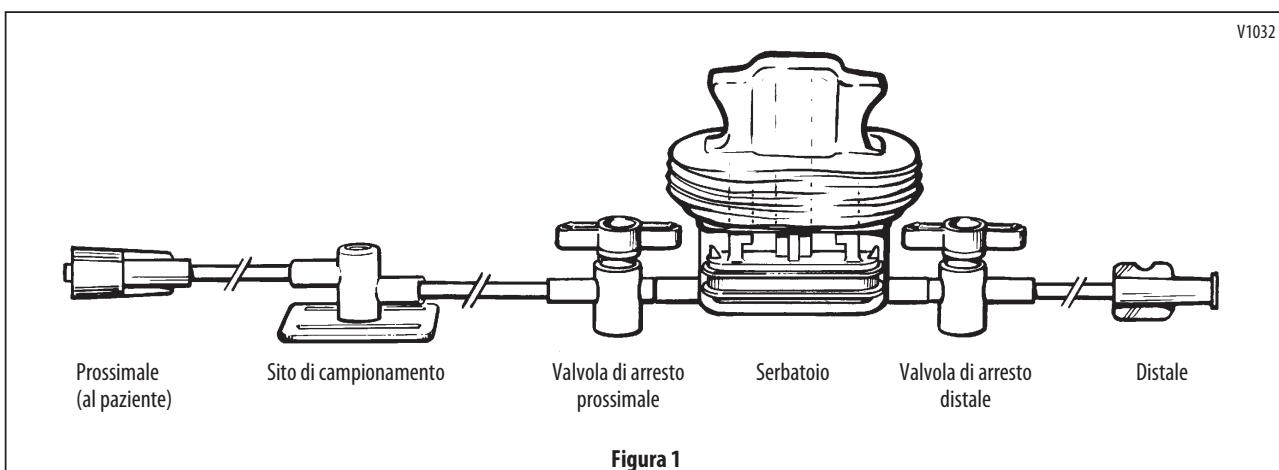

Figura 1
5. Collegare saldamente l'estremità prossimale del kit con il connettore luer-lock maschio al catetere pre-riempito (Figura 1).